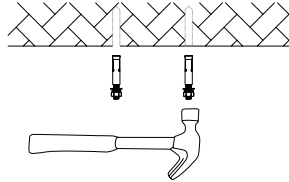

Figure 2
2. Use a hammer to put the expansion screws into the holes (Figure 2).
2. Utilisez un marteau pour enfoncer les vis d'expansion dans les trous (Figure 2).